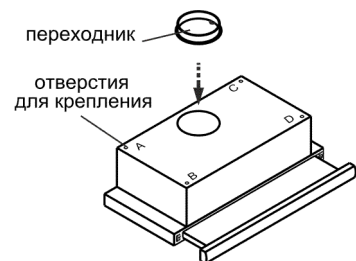
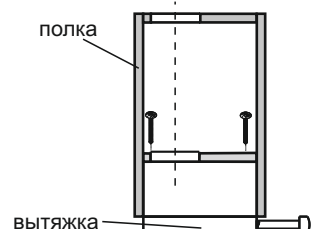

рис. 4
рис. 5
6.1 Установите пластиковый переходник и зафиксируйте его защелками (рис. 4).
6.3 Крепление кухонной вытяжки к верхней полке над плитой (рис. 4, рис. 5):
- вырежьте дополнительное отверстие в полке шкафа (рис. 5) для воздуховода при работе в режиме «вытяжки» и для свободного прохождения воздуха при работе в режиме «рециркуляции».